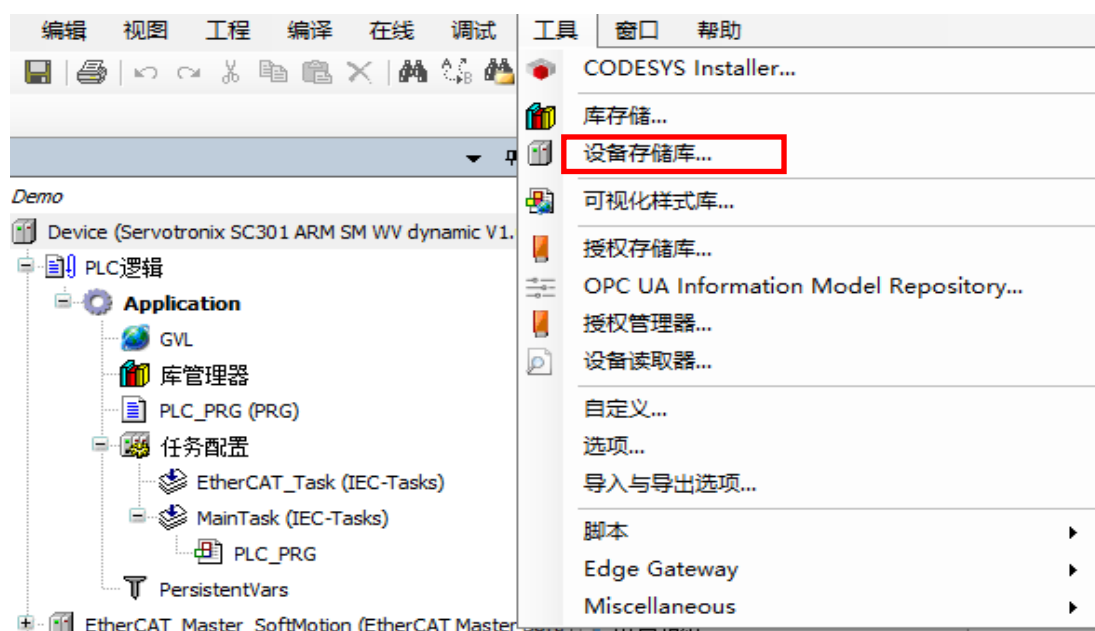

图 7-2 选择设备存储库...
(1) 打开 CODESYS 软件，点击菜单栏“工具”，在弹出的列表中选择“设备存储库...”，如下图 7-2。